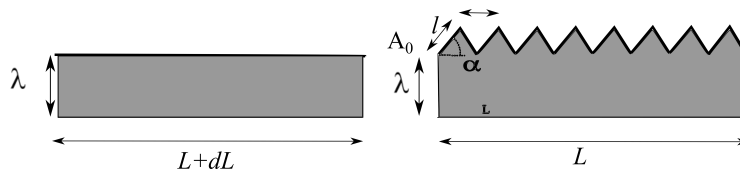

FIGURE 5 – Modélisation des rides par un motif triangle.
La présence des rides crée une déformation dans le matériau. Pour estimer l'énergie que coûte cette déformation, on va modéliser les rides par des triangles, comme sur la Figure 5. Lors de la formation de rides, on passe du schéma de gauche à celui de droite sur cette même
2. A l'aide du schéma de droite de la figure 5, donner une relation entre la longueur l d'un côté du triangle, l'angle α , L , dL et le nombre N de rides (une ride = un triangle).